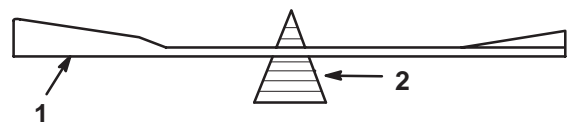

Figure 40
2. Vérifiez l'équilibre de la lame en la plaçant sur un équilibreur (Fig. 40). Si la lame reste horizontale, elle est équilibrée et peut être utilisée. Si la lame est déséquilibrée, limez un peu le dos de la lame. Vérifiez de nouveau et répétez la procédure jusqu'à ce que la lame soit équilibrée.